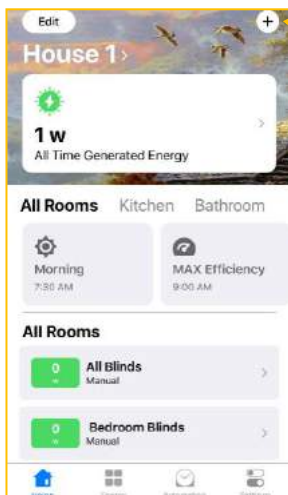
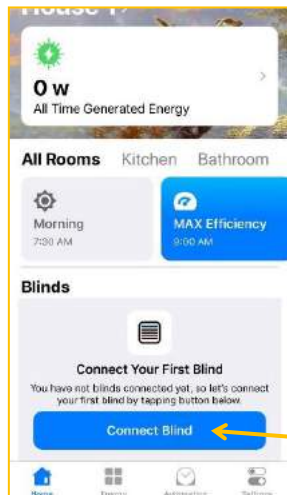

Abbildung 13
Abbildung 14
10.4.1 Auf das Zeichen **+** oben rechts tippen, um die Bedienung zu beginnen (Abb. 13), anschließend den Reiter **Blinds** auswählen bzw. auf **connect blinds** auf der Startseite tippen (Abb. 14).